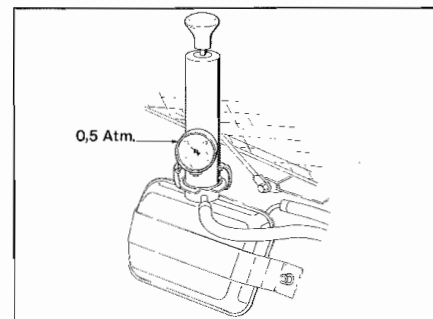

Fig. 4 - Strumento di prova
- Fissare lo strumento di prova al serbatoio di compensazione (Fig. 4).
- Fit the testing instrument on the overflow tank (Fig. 4).